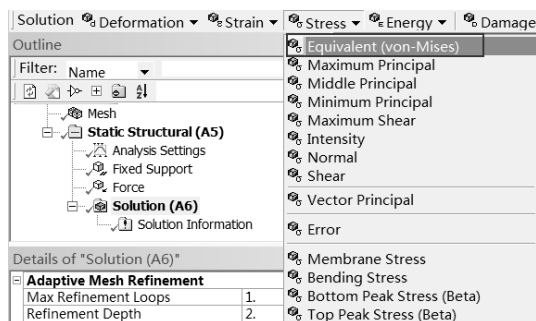

图 5-182 添加等效应力选项
Step2：选择 Solution 工具栏中的 Stress（应力） Equivalent（von-Mises）命令，此时在分析树中会出现 Equivalent Stress（等效应力）选项，如图 5-182 所示。